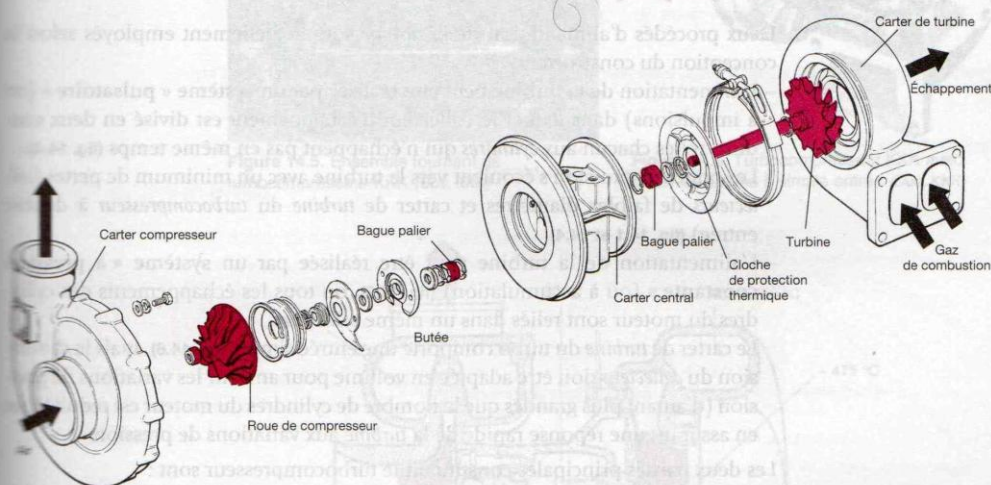

Figure 14.1. Vue éclatée d'un turbocompresseur Holset
- le carter central (fig. 14.1) ou support, comprenant les paliers, le rotor complet équilibré, le système de graissage et de refroidissement ;
- l'étage turbine (fig. 14.1) où les gaz de combustion en provenance des cylindres du moteur sont canalisés vers une roue axiale (cas des gros turbocompresseurs) ou à admission radiale (turbine centripète). Ces gaz se détendent et sont récupérés pour mettre en rotation la roue de turbine, avant d'être rejetés vers la tuyauterie d'échappement (fig. 14.4). Cette partie du *turbocompresseur* est soumise à des températures élevées (> à 650 °C), ce qui nécessite l'emploi de matériaux spéciaux (fonte GS pour le carter et acier réfractaire au nickel ou maintenant céramique pour la turbine) et d'un refroidissement efficace par circulation d'huile et quelquefois d'eau (fig. 14.8).
Les ondes de pression s'écoulent vers la turbine avec un minimum de pertes (collecteurs de faibles diamètres et carter de turbine du *turbocompresseur* à double entrée) (fig. 14.1 et 14.4).
- l'étage compresseur (fig. 14.1) : l'air pénètre axialement dans le compresseur, est mis en vitesse par la roue de compresseur (fig. 14.5) puis dévié de 90° vers le diffuseur qui transforme l'énergie cinétique acquise en pression d'air, dirigée vers le *collecteur d'admission*. Les températures de cet étage étant beaucoup plus faibles que le côté turbine (80 °C à 150 °C), les pièces (roue, carter) sont en alliage d'aluminium (fig. 14.7) ;